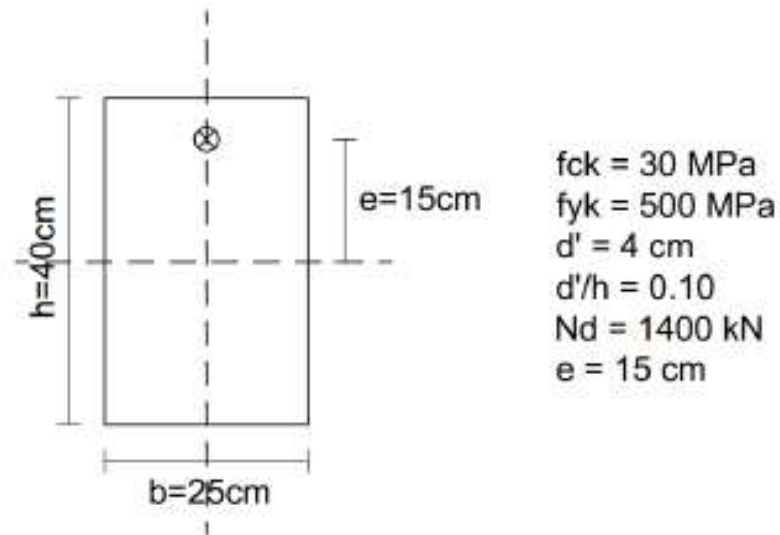

Figura 1: Ejemplo pilar con carga excéntrica
- **Ejemplo 1:** Sea la sección de la figura 1 con los parámetros que en ella se indican, se pide diseñar la sección para satisfacer ELU de solicitaciones normales.